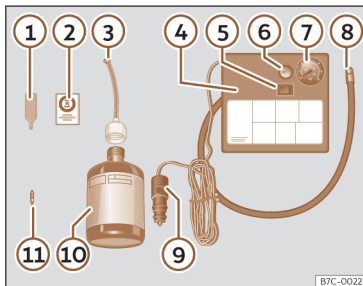

Fig. 245 Representação standard: conteúdo do kit antifuros.
O kit antifuros está localizado na bagageira, por baixo do revestimento do piso. Inclui os seguintes componentes >>> **Fig. 245:**
- Desenrosque a proteção e o obus da válvula do pneu. Utilize o aparelho >>> **Fig. 245** ① para retirar o obus. Coloque-o numa superfície limpa.
- Agite com força a garrafa de vedante de pneus >>> **Fig. 245** ⑩.
- Enrosque o tubo de enchimento >>> **Fig. 245** ③ na garrafa de vedante. O selo da garrafa partir-se-á automaticamente.
- Remova o tampão do tubo de enchimento >>> **Fig. 245** ③ e enrosque a extremidade aberta do tubo na válvula do pneu.
- Volte a colocar o obus com o aparelho >>> **Fig. 245** ① na válvula do pneu.
- Enrosque o tubo de enchimento do pneu do compressor >>> **Fig. 245** ⑧ na válvula do pneu.
- Verifique se o parafuso de evacuação de ar está fechado >>> **Fig. 245** ⑥.
- Ligue o conector >>> **Fig. 245** ⑨ a uma tomada de corrente de 12 volts do veículo >>> **Página 278.**
- Ligue o compressor de ar com o interruptor ON/OFF >>> **Fig. 245** ⑤.
- Cole o autocolante >>> **Fig. 245 ②** no painel de instrumentos, dentro do campo visual do condutor.
Volte a enroscar o tubo de enchimento >>> **Fig. 245 ⑧** e verifique a pressão no manómetro **⑦**.